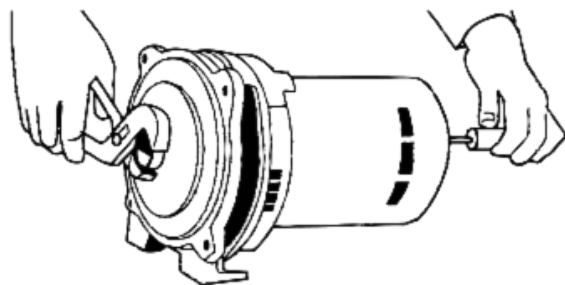

Figura 11: Retire el impulsor
5. Retire el impulsor sujetando el eje de la bomba con unas pinzas pico de loro y desenroscando el impulsor, con la mano izquierda en sentido antihorario mirando hacia el impulsor para retirarlo (Figura 11). El impulsor también se puede quitar levantando la tapa del extremo del eje del motor. Utilice un destornillador en la ranura del extremo del eje o una llave de boca abierta de 7/16" en las partes planas del eje y sosténgalo para evitar que el eje gire. Desenrosque el impulsor en sentido antihorario.
5. Sostenga el eje de la bomba con pinzas y desenrosque el impulsor como se muestra (Figura 11).